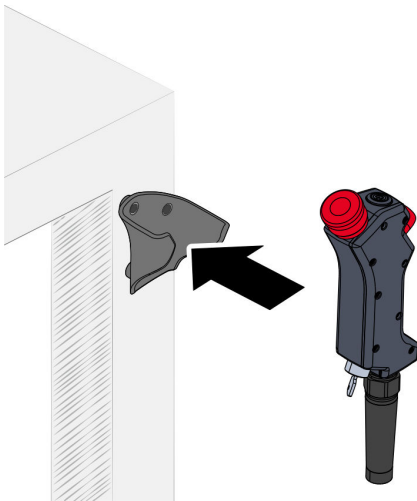

Abb. 52 Handcontroller einsetzen
21. Handcontroller in die Halterung einsetzen Abb. 52.